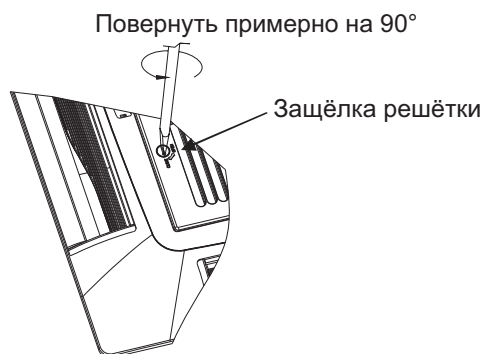

Рис. 22
- 1 Для того, чтобы снять решётку, необходимо повернуть защёлку решётки против часовой стрелки до её установки из горизонтального положения в вертикальное (рис. 22).